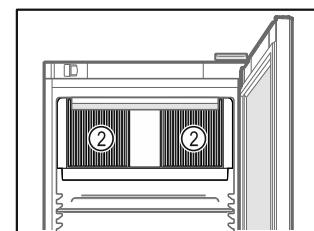

Fig. 56
- Oslobođite ventilacijske proreze Fig. 56 (2) za ventilator optočnog zraka u unutrašnjosti.